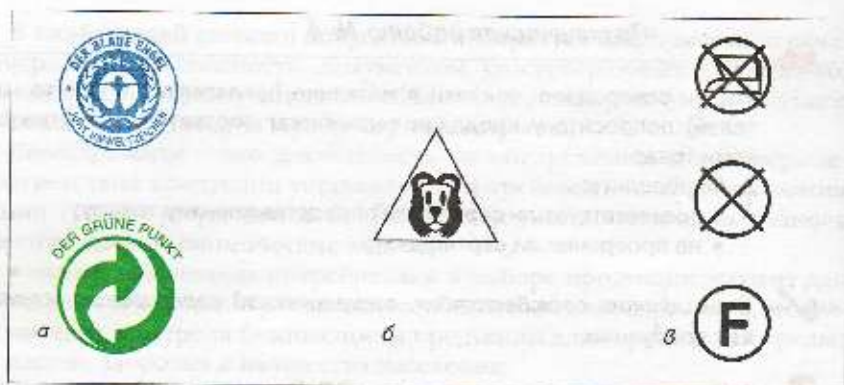

Рис. 2. Торговые знаки: а — экологически чистая продукция, б — соответствие стандартам, в — знаки по уходу за вещами
- удостоверяющими экологическую чистоту продукта (рис. 2, а);
- подтверждающими стандарт качества и безопасность использования (рис. 2, б);
- информирующими о правилах ухода за вещами (рис. 2, в).